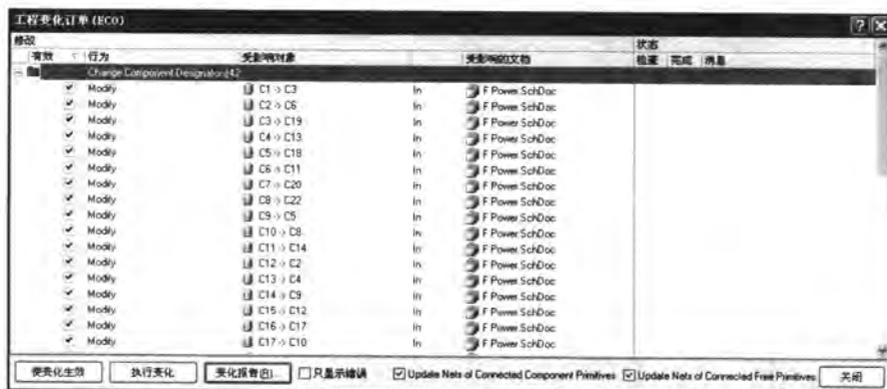

图 11-21 由 PCB 更新原理图的 ECO 对话框
- [7] 单击 按钮，开始执行更新操作，【工程变化订单 (ECO)】对话框被打开，如图 11-21 所示。在该窗口中，如果有些变化不想更新到原理图，将其有效选项禁止即可。这里更新全部的变化选项。